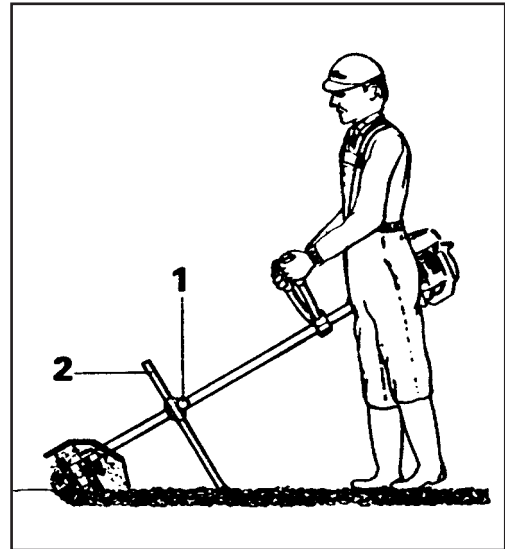

Fig. 4
**注意!** - 发动机的使用、调节和保养，请参阅割灌机的使用和保养手册中的说明。刀片2 (图4)对于控制打草头的前进和工作的深度是必要的。如果刀片调节良好，
可毫不费力地完全控制割灌机。**使用 (图4):** 将腰带在身上调节好 (请参阅割灌机的使用和保养手册)。
**WARNING!** - För användningen, inställningar och underhåll på motorn se **anvisningarna angivna i handboken för användning och underhåll**. Förskäret (2, Fig. 4) är nödvändigt för att kontrollera såväl kultivatorn som dess arbetsdjup. En korrekt inställning av förskäret ger dig full kontroll över maskinen utan ansträngning.
**ANVÄNDNING (Fig. 4):** anpassa selen till din kropp (**se handboken för användning och underhåll av trimmern**). Reglera förskäret (2) med kulgreppet (1). Gå framåt med små steg och flytta kultivatorn framåt och bakåt.